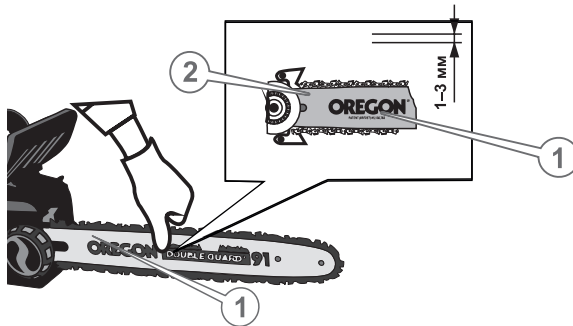

Рисунок 6. Схема перевірки натягнення ланцюга.
- акуратно взятися за верхню гілку ланцюга посередині «шини» рукою з рукавичкою та відтягнути ланцюг від «шини» зусиллям 1,5–2 кг. Виміряти величину зазору між напрямною ланцюга (2, рис. 6) та «шиною» (1, рис. 6). Зазор повинен бути в межах 1–3 мм, а сам ланцюг має легко рухатися від руки вздовж пазу «шини».